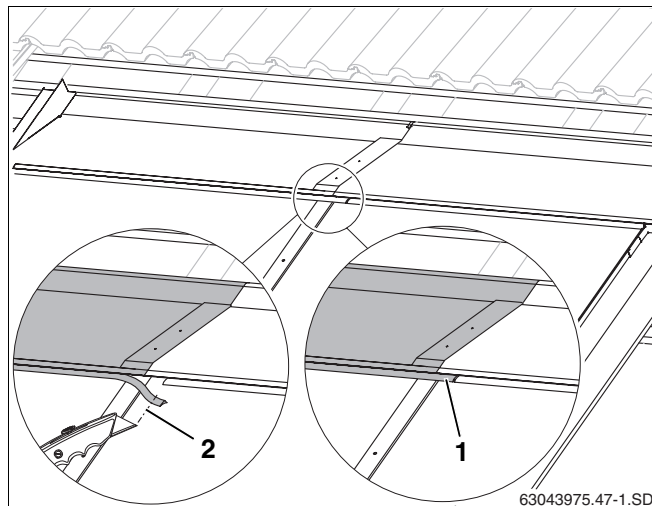

Fig. 57 Taglio del bordo di gomma
- Accorciare il bordo di gomma (fig. 57, **pos. 2**) affinché non tocchi contro il bordo di gomma del profilo d'integrazione destro.
- Disporre il bordo di gomma del profilo d'integrazione sinistro sulla piega del profilo d'integrazione destro (fig. 57, **pos. 1**).